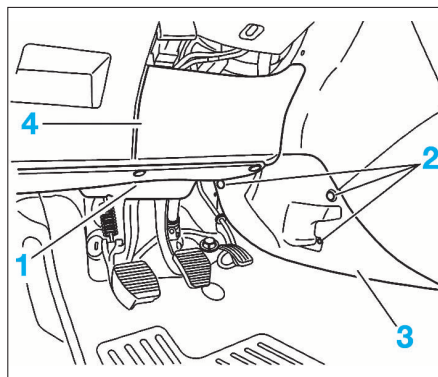
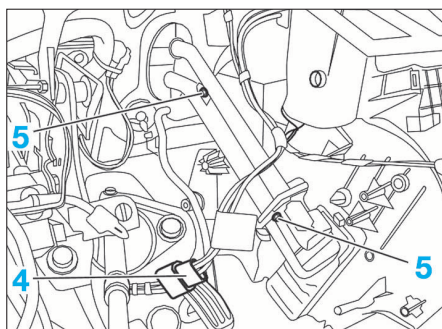

FIG. 10
FIG. 15
- Déposer la garniture (1) sous la planche de bord (Fig.10).
- Débrancher le connecteur électrique (4) (Fig.15).
- Déposer les fixations (2) puis le flasque de console (3).
- Déposer la garniture sous volant (4) en la dépliant vers le bas.
- Déposer les vis de fixation (5) (Fig.15).